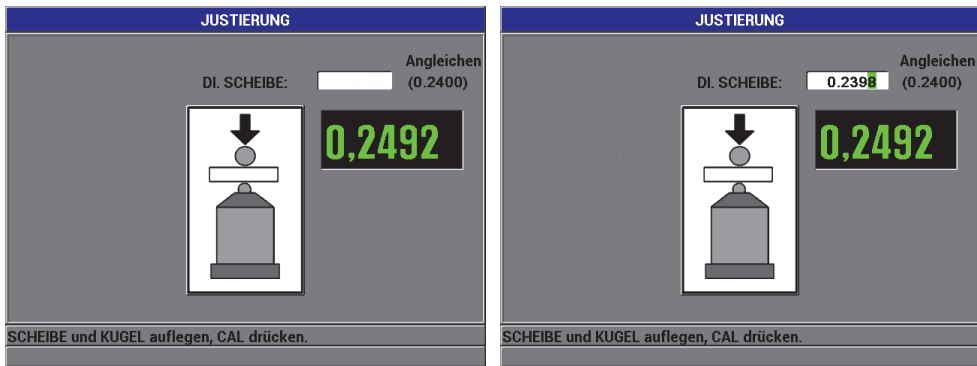

Abbildung 4-9 Justierpunkt DI. SCHEIBE
- Messpunkt der dicken Scheibe (DI. SCHEIBE): Das Gerät gibt an, welche dicke Justierhilfe und welcher Messreflektor auf den Sondenkopf gesteckt werden muss. Die Dicke des dicken Justierpunkts variiert, weil sie abhängig vom ausgewählten Messreflektor ist. Die ungefähre Dicke der Justierhilfe wird im unteren Messfeld angezeigt. Drücken Sie die Taste [CAL], um den Messwert in das Textfeld zu übertragen. Geben Sie mit den Pfeiltasten die bekannte Dicke der Justierhilfe an und drücken Sie die Taste [CAL] (siehe Abbildung 4-9 auf Seite 94).